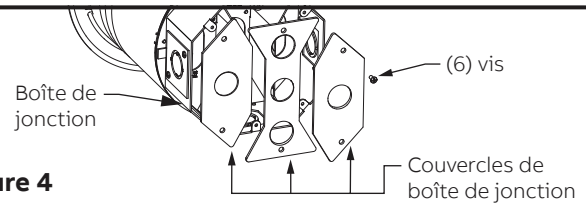

Figure 4
4.1 Retirer les (3) couvercles du dessous de la boîte de jonction en retirant les (6) vis sécurisant les couvercles (voir la Figure 4).
4.3 Remettre en place les (3) couvercles du dessous de la boîte de jonction (voir la Figure 4).